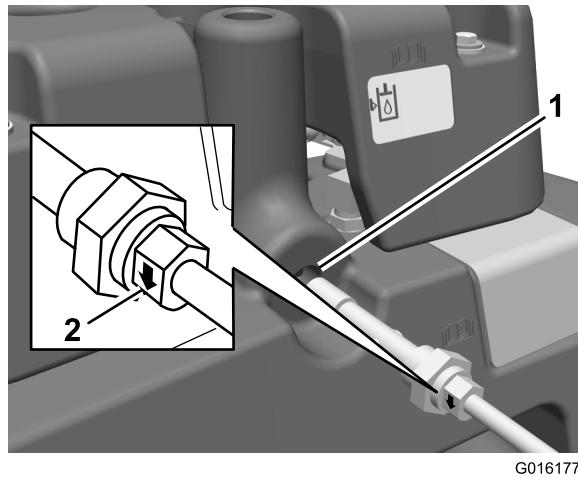

Figura 7
27. Retire el tapón del depósito hidráulico principal e instale el sensor del nivel de aceite hidráulico (Figura 7).
Nota: Asegúrese de que la flecha de cada lado de la tuerca que sujeta el sensor del nivel de aceite hidráulico está orientada hacia abajo (Figura 7).